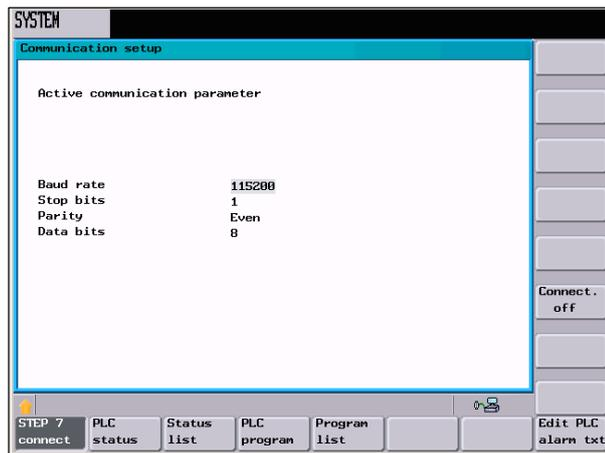

Fig. 9-3 Parametri standard di comunicazione
- Nel settore operativo Sistema selezionare **PLC > STEP7 connect**. Verificare se le impostazioni concordano con quelle di setting (vedere la fig. 9-3), eventualmente modificarle.